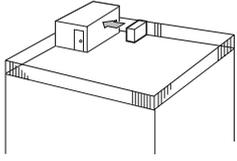

Fig. 2-3
- ① Hava çıkışını, en yakındaki duvara doğru, duvardan yaklaşık 100 cm uzaklıkta olacak şekilde yerleştirin. (Fig. 2-3)